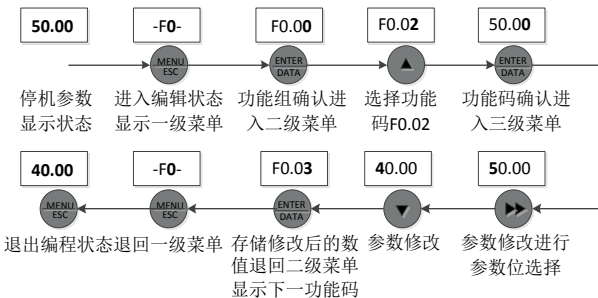

图4-8 参数编辑操作示例
50.00Hz更改设定为40.00Hz的示例。图4-8中黑体数字表示闪烁位)